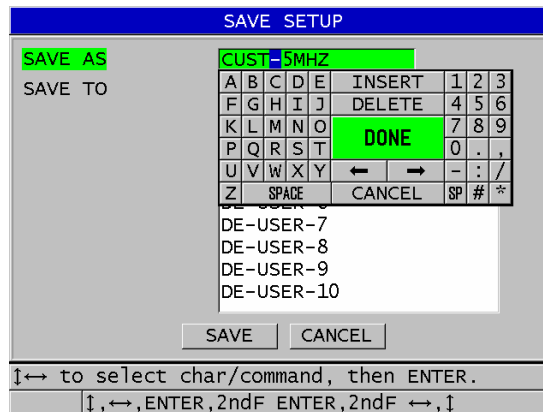

Figura 12-6 Salvar configuração
- b) Na tela **SAVE SETUP** (SALVAR CONFIGURAÇÃO), insira o nome do arquivo de configuração personalizada desejado (consulte Figura 12-6 na página 248).